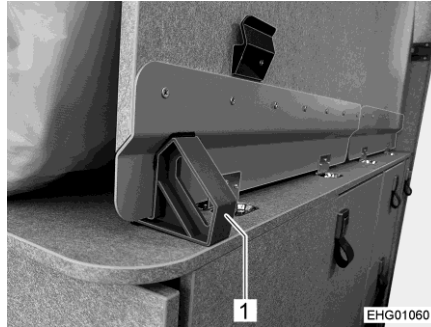

Bild 55 Sicherungskeil
- Sicherungskeil (Bild 55,1) seitlich herausziehen.
- Sicherungskeil (Bild 55,1) hineinschieben.